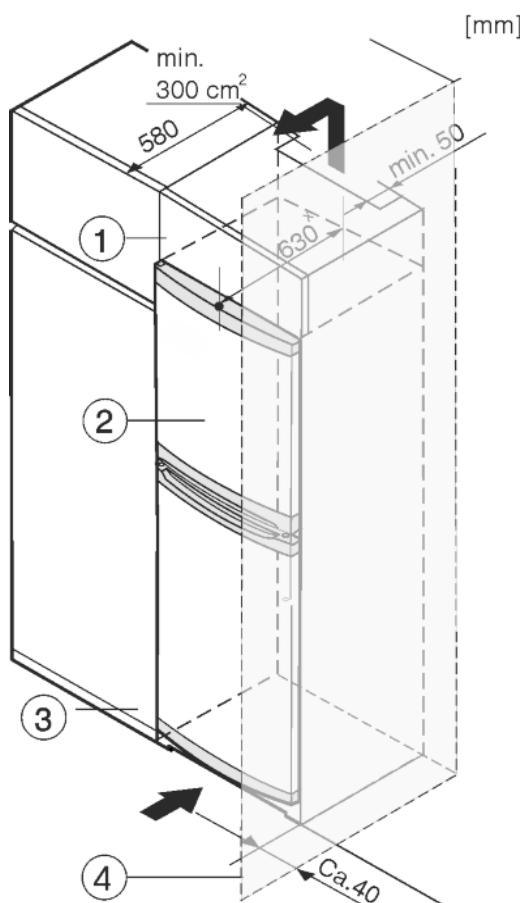

Fig. 8
- (1) Uzliekams skapītis
(2) lerīce
- (3) Virtuves skapis
(4) Siena
Ierīci var iebūvēt virtuves skapjos. Lai salāgotu ierīci Fig. 8 (2) ar nišas augstumu, virs tās var ierīkot uzliekamu skapīti Fig. 8 (1).
Ja apkārt ierīcei ir virtuves skapji (dzīlums nepārsniedz 580 mm) ierīci var novietot tieši blakus virtuves skapim Fig. 8 (3). Ierīce attiecībā pret virtuves skapi ir izvirzīta par 34 mm × korpusa sānu malās un par 50 mm × korpusa vidusdalā.
Ja ierīce ar šarnīriem tiek uzstādīta blakus sienai Fig. 8 (4), attālumam starp ierīci un sienu ir jābūt vismaz 40 mm. Tas atbilst atlikušajam attālumam līdz rokturim pie atvērtām durvīm.